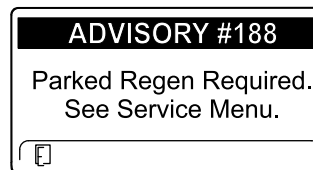

Bild 66
- Eine geparkte Regenerierung ist erforderlich, ADVISORY #188 (Bild 66)